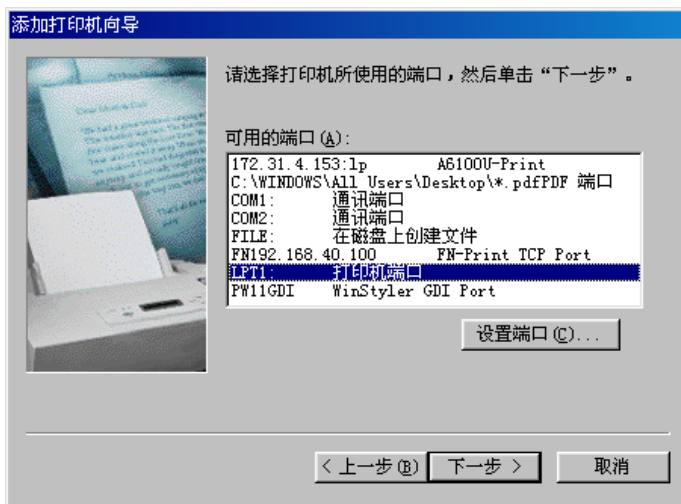

图 3-32
8. 选择打印机端口，请选择并口作为打印端口，如图 3-32 所示，单击“下一步”。